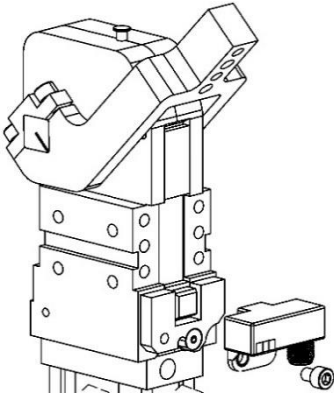

Imagen 1
- Ponga la pinza en posición de apertura; Desatornille el tornillo M6 y retire el amplificador (Imagen 1)